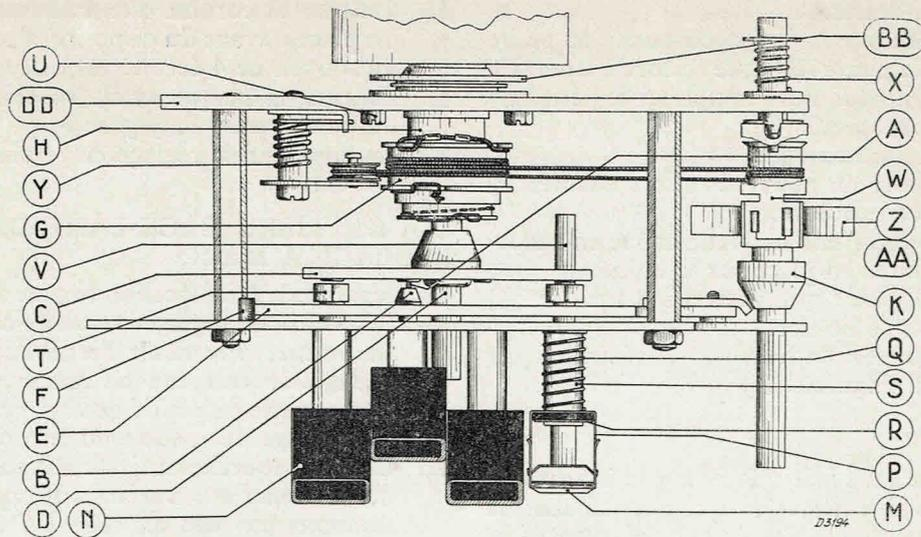

Fig. 8
Remplacement des pièces constitutives d'un bouton poussoir (figure 8).**A. Capuchon décoratif (N).**
5. Enlever la plaque avant en faisant attention au petit ressort F. (figure 8).